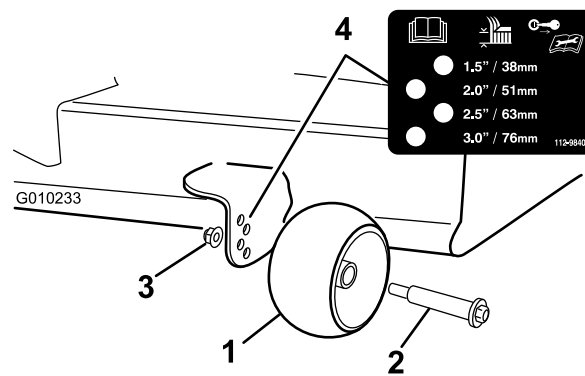

Figura 30
3. Ajuste los rodillos protectores del césped según se muestra en Figura 30 a la posición de altura de corte más próxima.